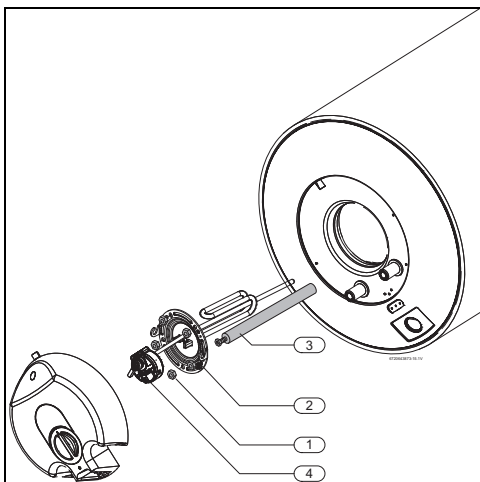

Fig. 14 Acesso e identificação dos componentes internos
- ▶ Desapertar as porcas de fixação da flange (Fig. 14, [1]).
- ▶ Retirar a flange do interior do termoacumulador (Fig. 14, [2]).